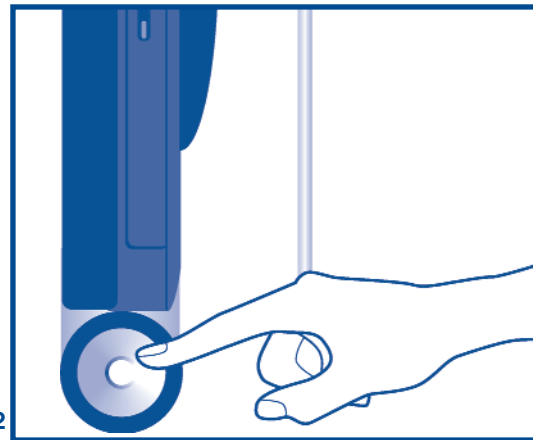

рис.2
5. Для включения питания системного блока нажмите кнопку POWER (см. рис. 2). При нажатии старайтесь не прикладывать чрезмерных усилий. При правильном включении электропитания должен засветиться индикатор питания.